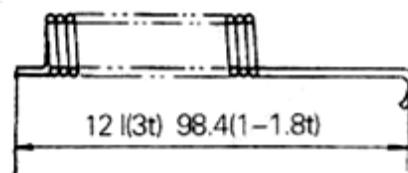
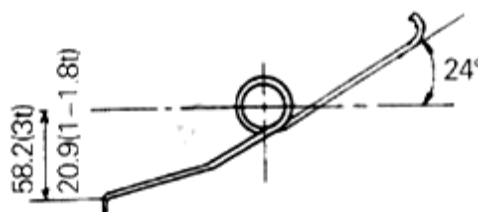

Рис. 6-17
Рис. 6-18
(8) Измерьте свободную длину и установочную нагрузку регулировочной пружины (рис. 6-17 и рис. 6-18). (См. деталь 18 рисунка 6-2)
98,4 мм (1-1,8 т) Рис. 6-17
(9) Измерьте свободную длину и установочную нагрузку пружины храповика (рис. 6-18). Установочная нагрузка: 14,7 Н (3,5 т) 12 Н (1-1,8 т)